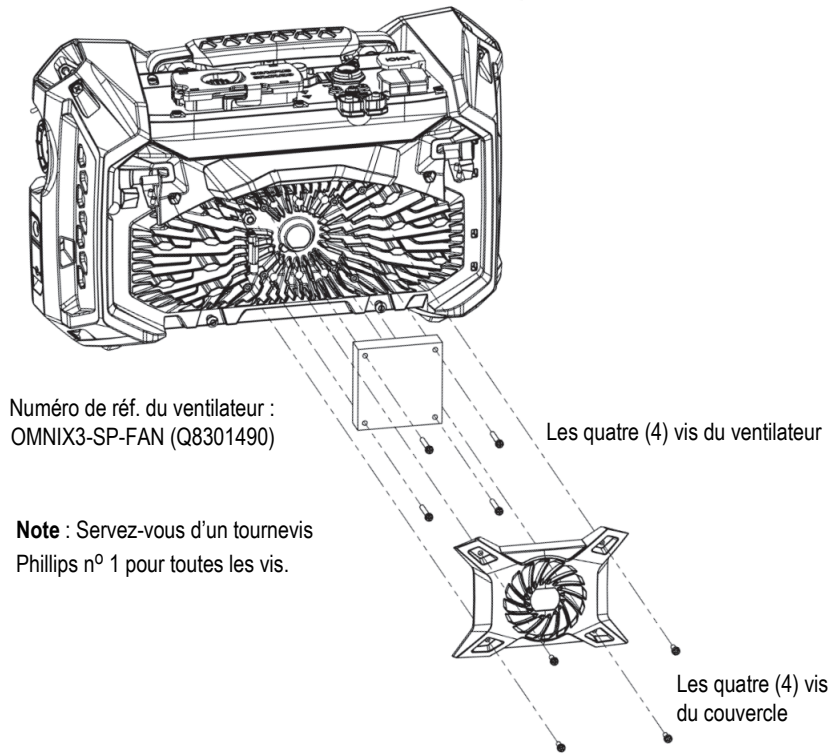

Figure 4-2 Assemblage du ventilateur et des pièces du couvercle
2. Si le nettoyage par l'extérieur est complexe ou si le ventilateur semble avoir besoin d'être réparé, retirez le couvercle et le ventilateur (au besoin), et puis nettoyez soigneusement la surface des pièces (Figure 4-2 à la page 56).